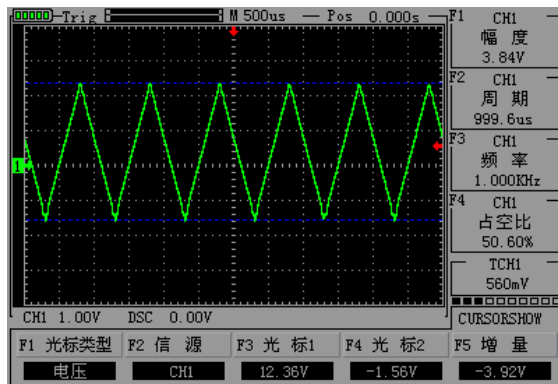

图6-2 光标测时间
- ③ 可通过光标显示窗口看到光标1和光标2所在位置（相对于中间零电压参考水平线）以及增量（光标2-光标1后的压差）。
- ④ 通过“▲”、“▼”按钮来调整光标2的位置，“◀”、“▶”按钮来调整光标1的位置；且他们的位置变化及增量会在“光标显示”窗口实时更新。如图6-2、图6-3